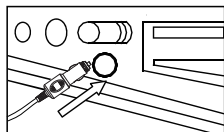

Figure 3
- La source d'alimentation doit être une source d'alimentation 12 V CC (voir figure 3).